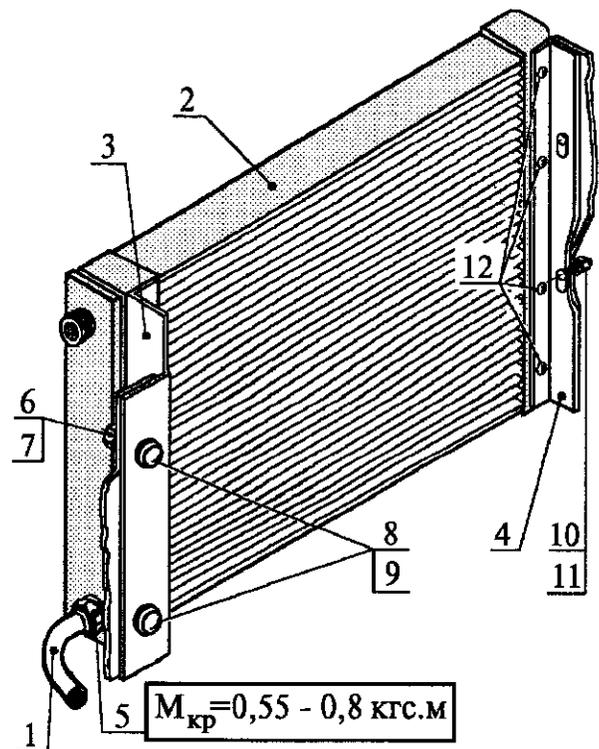

Рис. 37. Установка конденсатора с отводящей трубкой в сборе на автомобиль ГАЗ-3110:
5.25.2. Подсоединить отводящую трубку 1 (рис. 37) конденсатора к штуцеру конденсатора 2 в последовательности, обратной снятию (см. пп. 4.3.4), при этом руководствоваться следующими техническими требованиями: